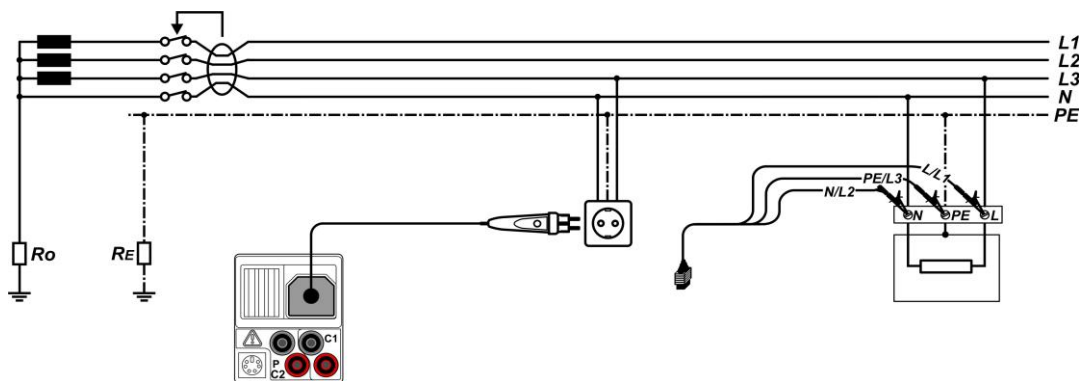

Abbildung 5.17: Anschließen des Stecker-Commanders und der 3-Leiter-Prüfleitung
- Schließen** Sie die Prüfleitungen am Prüfling an (siehe *Abbildung 5.17*).
- **Schließen** Sie die Prüflitungen am Prüfling an (siehe *Abbildung 5.17*).
- ❑ **Schließen** Sie die Prüfleitungen am Prüfling an (siehe *Abbildung 5.17*).
<ul style="list-style-type: none"> □ Wählen Sie die Funktion RCD mithilfe der Funktionswahltaasten aus. □ Stellen Sie die Unterfunktion AUTO ein. □ Stellen Sie (ggf.) die Prüfparameter ein. □ Schließen Sie das Prüfkabel am Instrument an. □ Schließen Sie die Prüfleitungen am Prüfling an (siehe Abbildung 5.17). □ Drücken Sie die Taste TEST, um die Messung durchzuführen 	Start des Tests